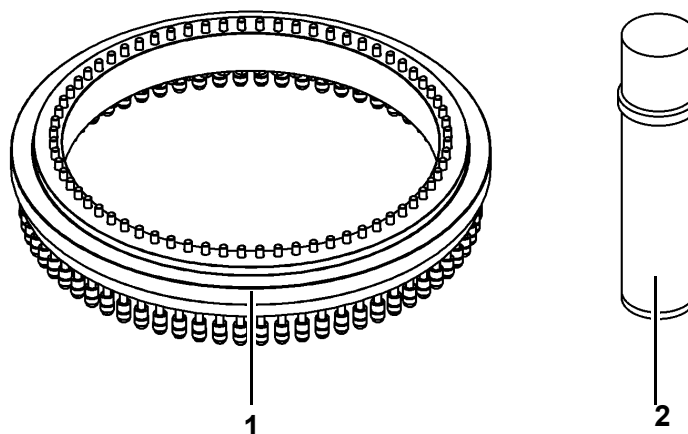

Fig. 33 Lubrifique o anel de giro.
2	Limpe completamente a engrenagem (1) na Fig. 33.
4	Use o spray de engrenagem de uma distância de aproximadamente 30 cm com spray de engrenagem MANITOWOC (2) na Fig. 33.